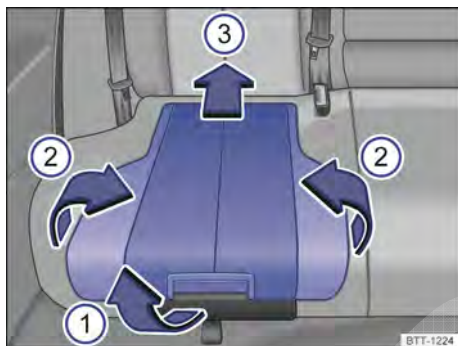

Fig. 31 Cadeira de criança integrada: posicionar o estofamento e o apoio do banco.
- Puxar o estofamento do banco na alavanca de destravamento → Fig. 31 ① para frente no sentido da seta.
- Pressionar o estofamento do banco ③ para trás no sentido da seta até engatar.
- Rebater os dois apoios laterais do banco ② para cima no sentido da seta.